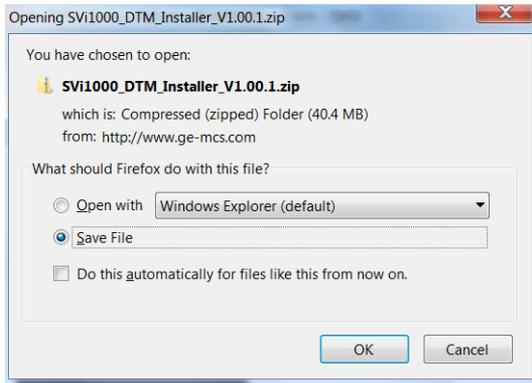

Abbildung 35 DTM-Download
6. Klicken Sie auf den Link. Daraufhin wird Abbildung 35 angezeigt.